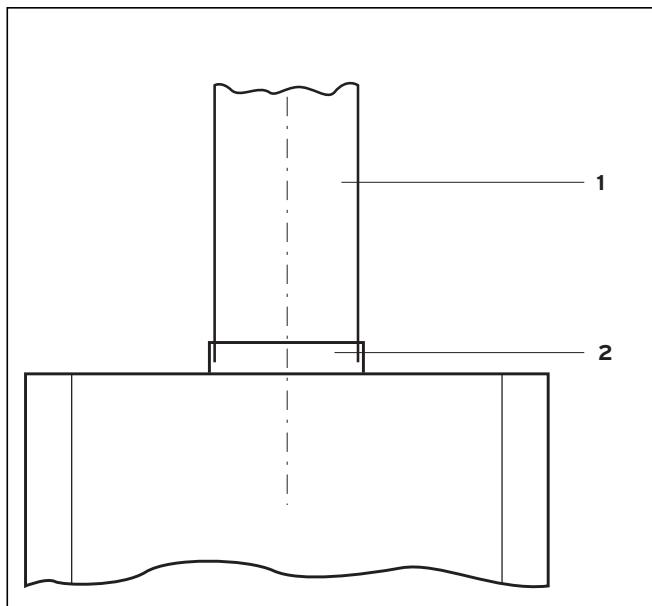

Рис. 5.1 Подключение к дымоходу
##### Пояснения к рис. 5.1
- Установите трубу дымохода **(1)** в патрубок трубы дымохода **(2)** на предохранителе тяги, см. рис. 5.1 Подключение к дымоходу.